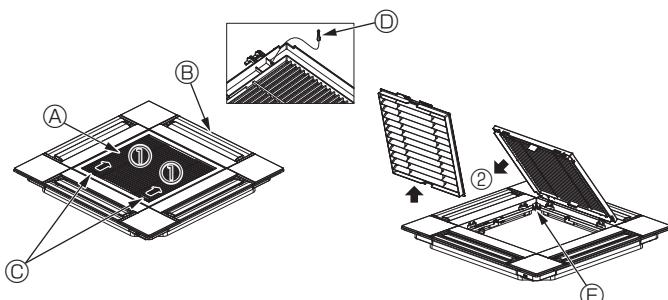

Fig. 5-3
5.2.1. Extracción de la rejilla de admisión (Fig. 5-3)
- Deslice las palancas en la dirección indicada con la flecha ① para abrir la rejilla de admisión.
- Con la rejilla de admisión en posición "abierta", retire la bisagra de la rejilla de admisión de la rejilla tal y como se indica con la flecha ②.